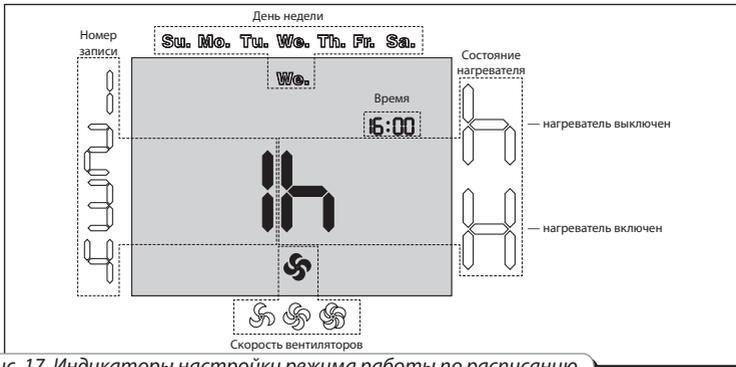

Рис. 17. Индикаторы настройки режима работы по расписанию
- Кнопками **▲** и **▽** установите необходимое значение параметра. Параметры настройки работы по расписанию (рис. 17):